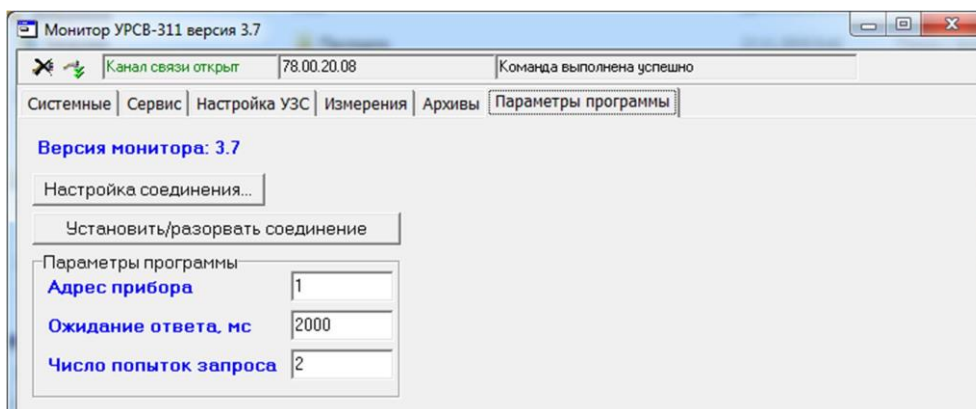

Рис.15. Вид вкладки «Параметры программы».
4.1.7. При необходимости создания сети приборов, объединенных по интерфейсу RS-485, настройка параметров связи (сетевой адрес, длительность ожидания ответа, число попыток запроса) производится во вкладке **Параметры программы** (рис.15):